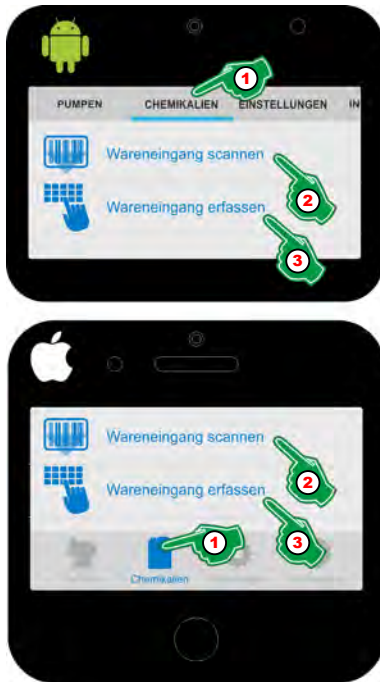

Abb. 36: Übersicht Menü Chemikalien
In diesem Menü befindet sich die Erfassung und Auswertung der für die Pumpe zur Verfügung stehenden Chemikalien. Mittels einer integrierten Scanfunktion (Abb. 36, Pos. 2) kann ein chemisches Produkt gewählt, sein Lagerbestand erfasst (Abb. 36, Pos. 3) und mit einer integrierten Datenbank (sofern installiert) abgeglichen werden.
- „Wareneingang scannen“ (Abb. 36, Pos. 2)
- „Wareneingang erfassen“ (Abb. 36, Pos. 3)